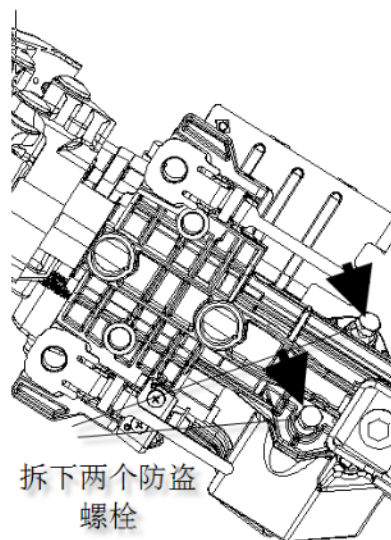

图 4-10
① 使用中心冲子，在两个防盗螺栓上做中心标记。
② 使用 3~4mm 的钻头，钻入这 2 个螺栓。
③ 使用螺丝刀，拆下 2 个螺栓和转向管柱上轴锁总成。如图4-10所示。